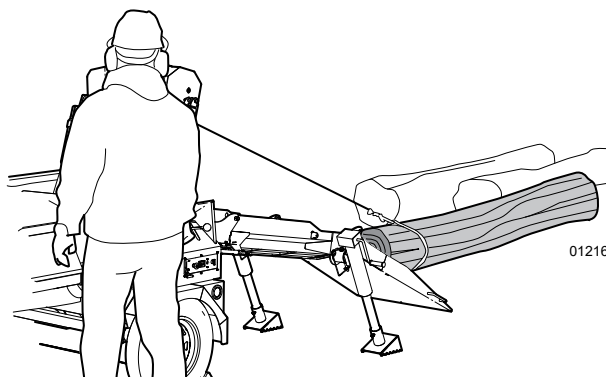

Fig. 34 – Treuiller la première bûche dans l'appareil
1. Treuiller la première bûche dans l'appareil. Assurez-vous que la bûche ne reste pas coincée sur le bord avant de la goulotte d'amenée. Voir Fig. 34.